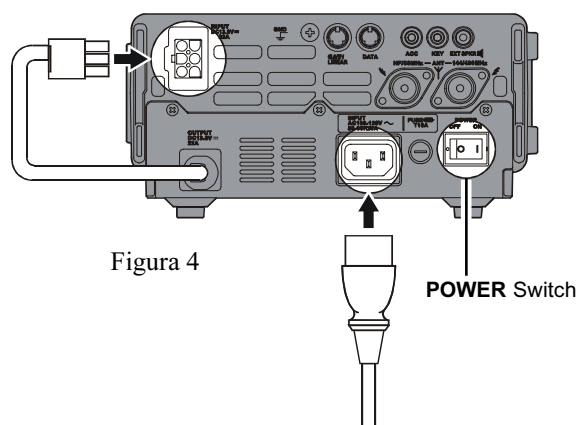

Figura 4
4. Conecte la clavija Molex de 6 alfileres de la unidad **FP-30** en el enchufe de entrada (INPUT) ubicado en el panel posterior del **FT-897** (Figura 4).